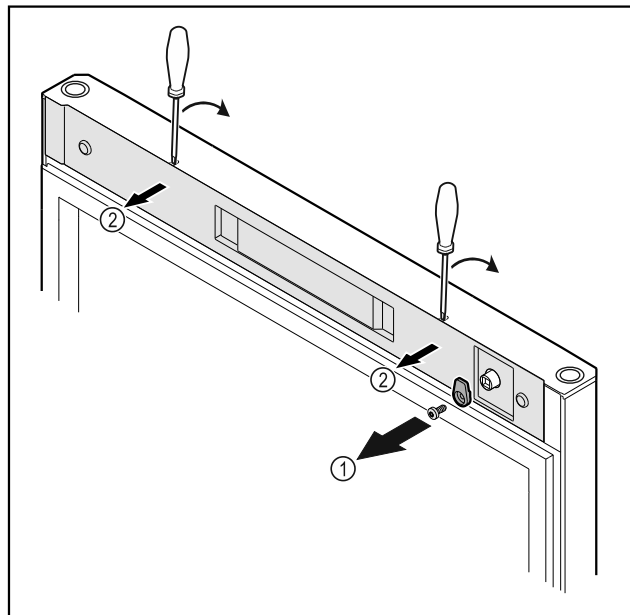

Fig. 6
- ▶ 拧下锁钩 Fig. 6 (1)。
- ▶ 使用小型螺丝刀松开并取下盖板 Fig. 6 (1)。